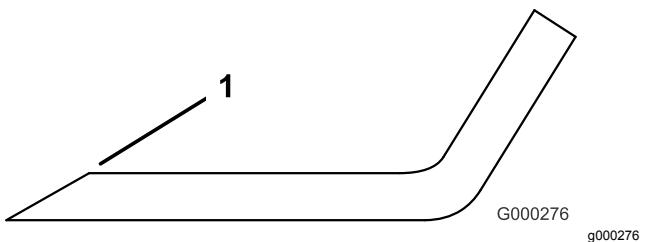

Figure 133
4. Affûtez-les s'ils sont émoussés ou ébréchés (Figure 133).